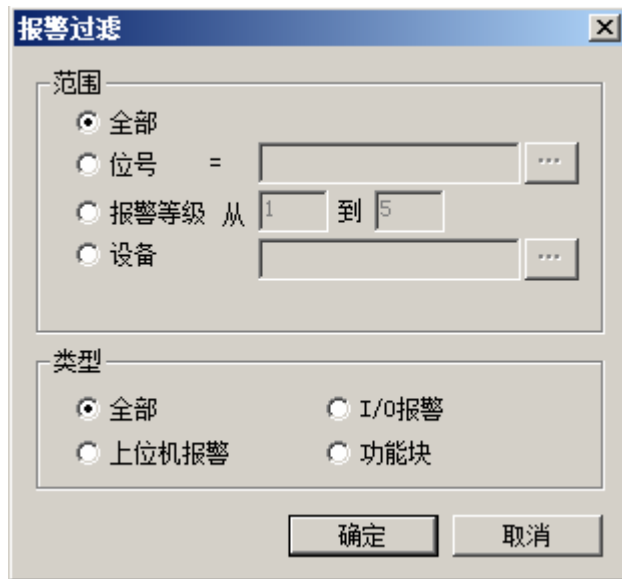

图 3-5 报警过滤
-  报警过滤：点击该按钮，弹出如图 3-5所示的报警过滤条件设置对话框。此处的报警过滤是在可报警数据分区的基础上对报警的进一步过滤，在运行时可以随时修改过滤条件。可以对范围及类型两个方面设置过滤条件。范围包括全部（过滤出当前符合可报警数据分区的所有报警）、位号（过滤出当前符合可报警数据分区该位号的所有报警）、优先级（过滤出当前符合可报警数据分区的所有该优先级段的报警，可设置 0~31 级优先级）。类型包括全部（所有类型的过程报警）、I/O报警（包括I/O位号的高限、低限等报警）、上位机报警（上位机位号的高限、低限报警等）及功能块报警。